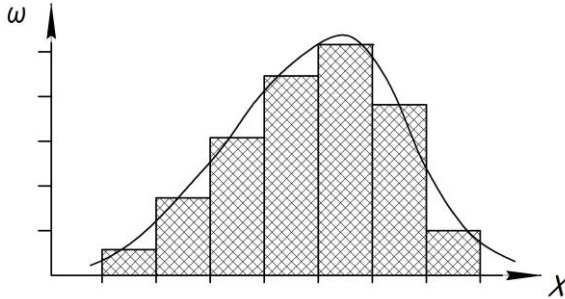

Рисунок 6.1 – Відносних частот вибіркової сукупності
4. Побудувати гістограму відносних частот вибіркової сукупності (рис. 6.1).